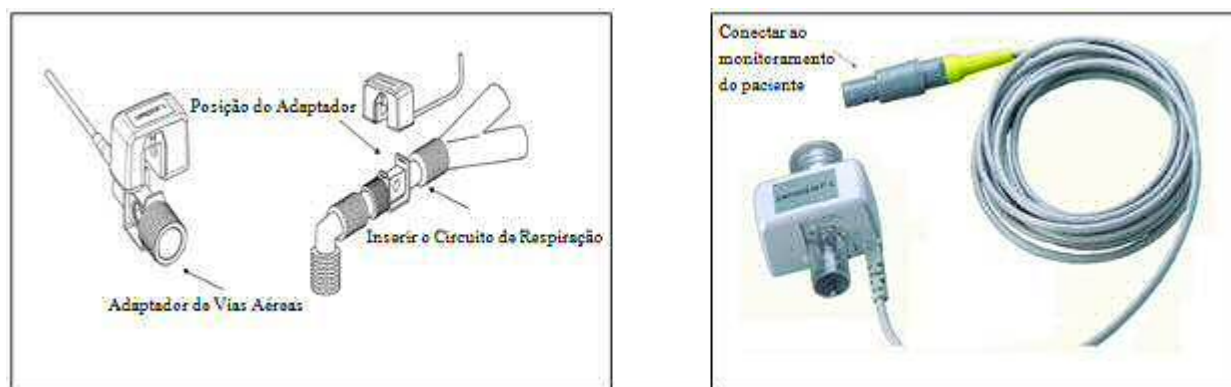

Figura 23-2 Esquema de conexão do módulo mainstream de CO₂
3. Estabeleça conexões de acordo com o tipo do módulo CO₂, como na Figura 23-2 ou Figura 23-3;